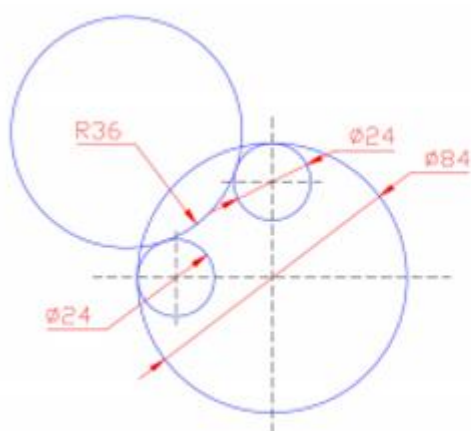
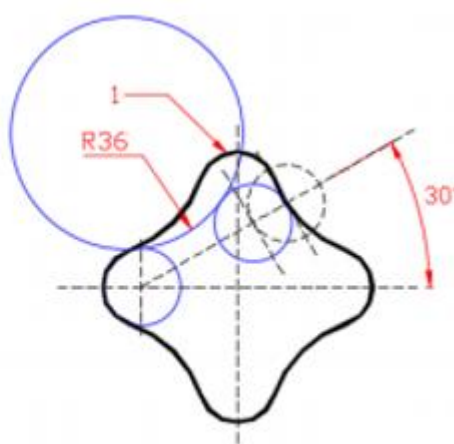
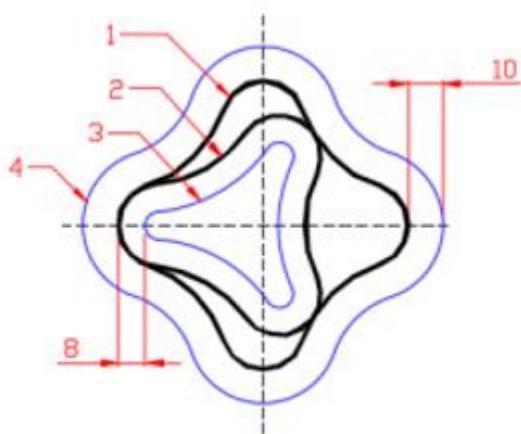
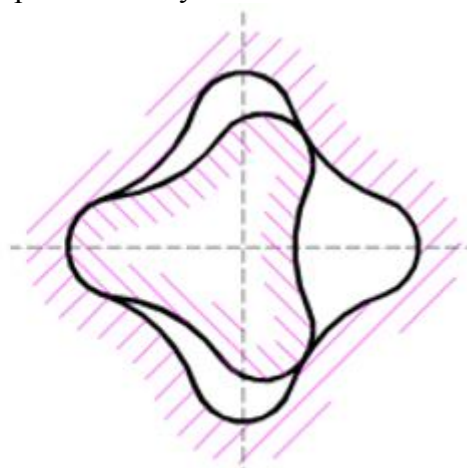

Рис. 2.
Рис. 3.
Рис. 4.
Рис. 5.
14. Самостоятельно выполните построения согласно чертежам, на рис.2, рис.3, рис.4 и рис.5.
14.1. Вспомогательные построения, показанные на рис.2 и рис.3 используются для построения сопряжения двух окружностей дугой заданного радиуса. Используйте вспомогательные построения на рис.2 для построения фигуры 1 (см. рис.3,4), а на рис.3 для построения фигуры 2 (см. рис.4).
14.2. Фигура 1 на рис.4 получена при помощи команды ПОЛИЛИНИЯ. Для рисования вспомогательных построений использовались команды КОПИРОВАТЬ и Рисование=> КРУГ=Две точки касания, радиус. Для вспомогательных построений фигуры 2 использовалась команда ЗЕРКАЛО
14.3. Для построения фигур 3, 4, показанных на рис. 4 пользуйтесь командой смещение
14.4. Штриховку на рис.5 нанести после знакомства с практической работы №5, в которой подробно описано процесс нанесения штриховок.